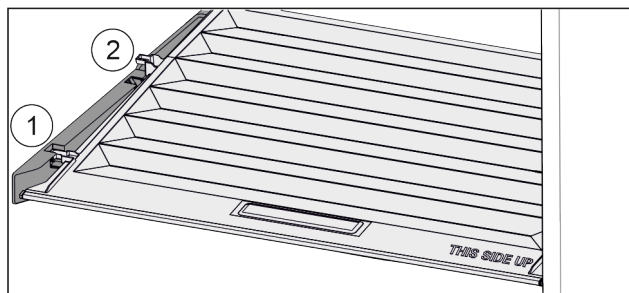

Fig. 115
- ▶ Deslice la tapa hacia delante hasta la abertura de las piezas de sujeción Fig. 115 (1).
- ▶ Levántela por detrás desde abajo y retírela tirando hacia arriba Fig. 115 (2).